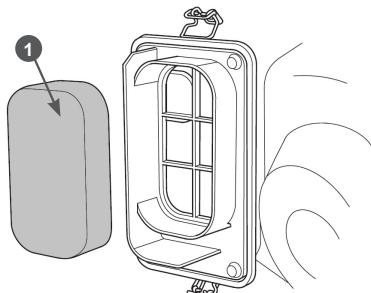

Рис. 18 Обслуживание воздушного фильтра
- Извлеките из корпуса воздушного фильтра поролоновый фильтрующий элемент 1 (Рис. 18).